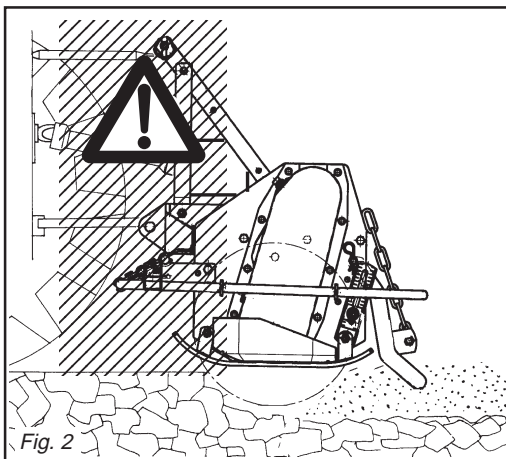

Fig. 2
- 24) *It is absolutely forbidden to stand between the tractor and the implement (Fig. 2) when the engine is running and the cardan shaft is engaged without having first engaged*
- 24) Es ist absolut verboten, bei laufendem Motor und eingeschalteter Gelenkwelle zwischen den Schlepper und das Gerät zu treten (Abb. 2). Dazu muß die Feststellbremse gezogen werden und unter die Räder ein Bremskeil oder ein großer Stein gelegt worden sein.
- 24) *Il est absolument interdit de se mettre entre le tracteur et l'appareil (Fig. 2) quand le moteur est en marche et le cardan enclenché, sans avoir tiré le*
- 24) Está terminantemente prohibido colocarse entre el tractor y el equipo (Fig. 2) con motor encendido y cardán inserido, o sin haber accionado el freno de estacionamiento y de
- 28)** È assolutamente vietato interpersi fra il trattore e l'attacco della zappatrice per manovrare il comando dall'esterno per il sollevamento (Fig. 2).
- 28)** It is absolutely forbidden to stand between the tractor and the implement when manoeuvring the lift control from the outside (Fig. 2).
- 28)** Es ist absolut verboten, zwischen den Schlepper und den Anschluß zu treten, um die Aushebung von außen zu betätigen (Abb. 2).
- 28)** Il est absolument interdit de se mettre entre le tracteur et l'attelage pour manoeuvrer la commande de relevage de l'extérieur (Fig. 2).